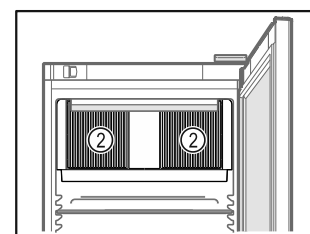

Fig. 78
- ❑ Ventilatiesleuf Fig. 78 (2) van de ventilator in de binnenruimte vrijhouden.